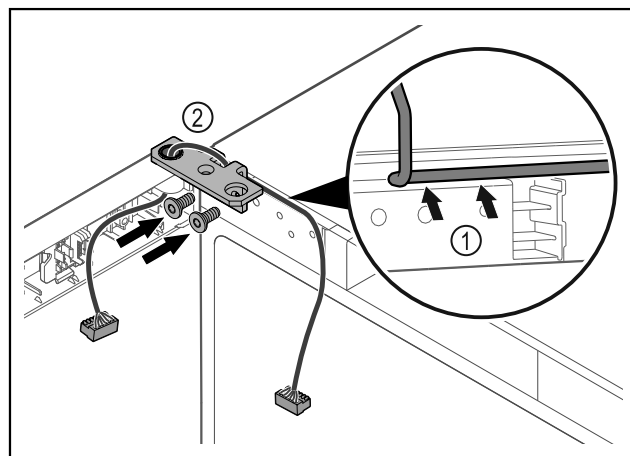

Fig. 43
- Περάστε το καλώδιο μέσα από το άνοιγμα της γωνίας μεντεσέ και τοποθετήστε το προσεκτικά Fig. 43 (1).
- Βιδώστε τη γωνία μεντεσέ Fig. 43 (2).